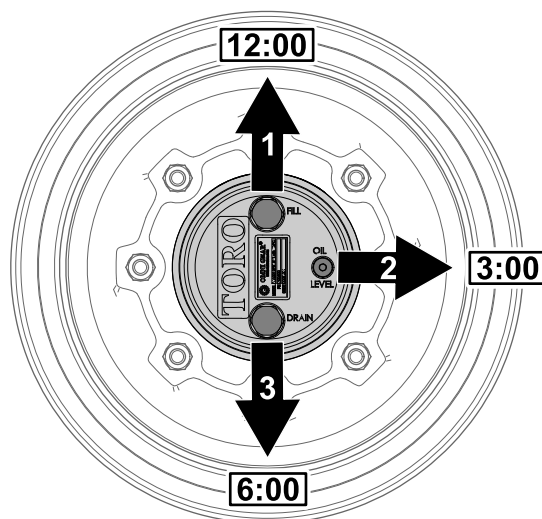

Figura 66
1. Aparque la máquina en una superficie nivelada, coloque la rueda de modo que el tapón de llenado se encuentre en la posición de las 12, el tapón de verificación en la posición de las 3 y el tapón de vaciado en la posición de las 6 (Figura 66).
2. Retire el tapón de verificación en la posición de las 3 (Figura 66).
1. Aparque la máquina en una superficie nivelada, coloque la rueda de modo que el tapón de llenado se encuentre en la posición de las 12, el tapón de verificación en la posición de las 3 y el tapón de vaciado en la posición de las 6; consulte Figura 66 en Comprobación del lubricante de la transmisión planetaria (página 52).